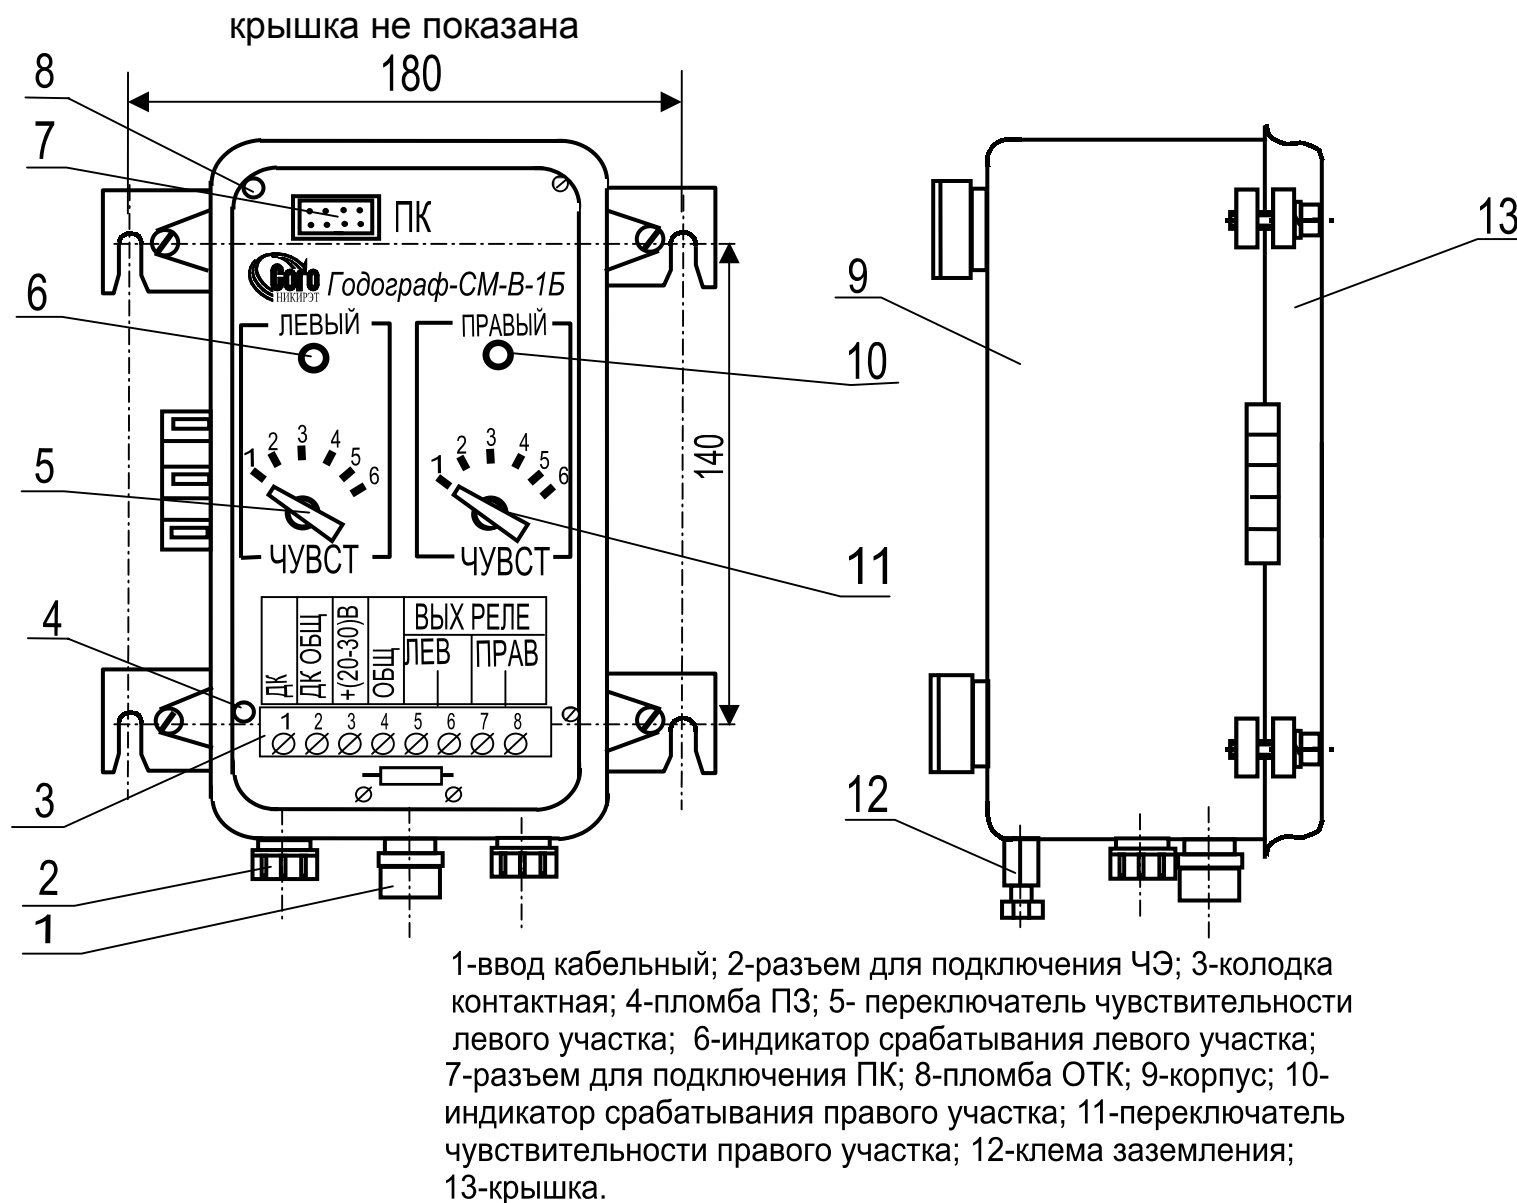

Рисунок 1.1 – Блок электронный
2.3.2.3 Проверить комплектность поставки изделия по паспорту на изделие БАЖК.425119.003-06 ПС, наличие пломб ОТК предприятия-изготовителя и/или ПЗ на БЭ (рисунок 1.1) и ПК (на задней стенке корпуса).
2.4.5.2 Для ввода кабеля связи, соединяющего БЭ с аппаратурой ССОИ, необходимо (рисунок 1.1):
2.4.5.3 Для подключения ЧЭ необходимо снять защитные колпачки с разъемов поз. 2 (рисунок 1.1) и подсоединить ЧЭ. На места подсоединения ЧЭ к БЭ (разъемы типа 2PMT) установить чехлы из комплекта монтажных частей КМЧ-БЭ БАЖК.468911.007, предварительно смазав внутренние поверхности чехлов тонким слоем смазки ОКБ-122-7 или ЦИАТИМ-221.
2.5.1.2 Для подключения ПК необходимо открыть крышку БЭ и подключить ПК к разъёму «ПК» (поз. 7, рисунок 1.1).